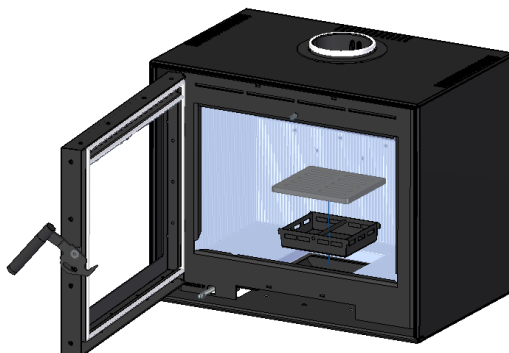

Figure 14 – Retrait du tiroir
2. Retirez la grille à cendres ainsi que le tiroir à cendres qui se trouve sous la grille, voir Figure 14.